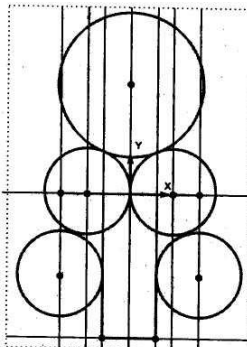

Рис. 56
9. По команде Касательный отрезок через внешнюю точку  на панели инструментов строим два отрезка, касательные к окружностям R15, соединяем эти отрезки другим отрезком по команде Ввод отрезка  (см. рис. 56). По табл. 1 вид сопряжения – п.4.